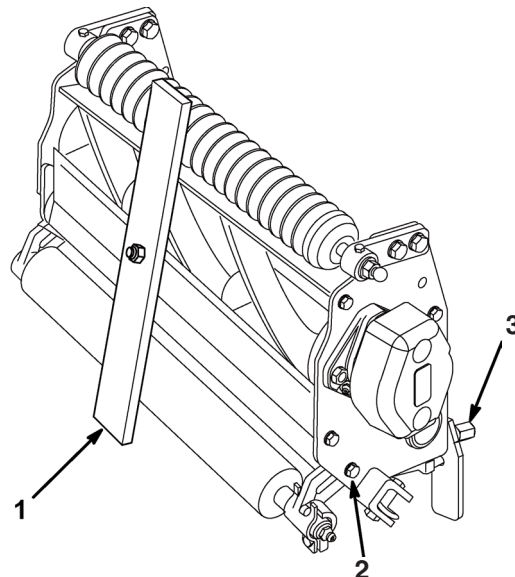

Fig. 5
2. Vend klippeenheten (90°) om og lad den hvile på bagrullen og de øverste bagtappe. Løsn låsemøtrikkerne på skruerne, der fastholder bagrullebeslagene (Fig. 5).